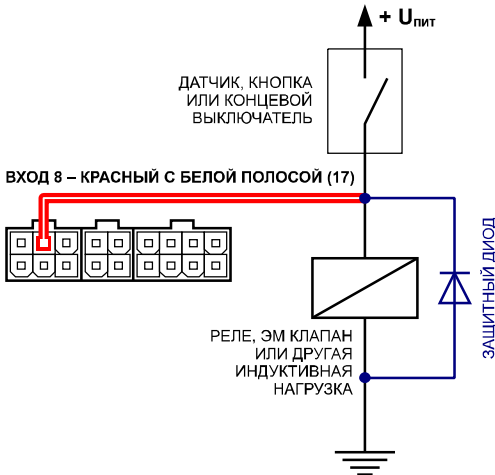

Рисунок 1.
1. **Защитный диод** (рис. 1) – устанавливается параллельно индуктивной нагрузке. При этом, прямой ток защитного диода ($I_{\text{диода}}$ прямой) должен быть не менее $1.5 \cdot I_{\text{удержания катушки}}$. Если ток удержания катушки неизвестен или есть сомнения, следует использовать схему включения с защитным реле.